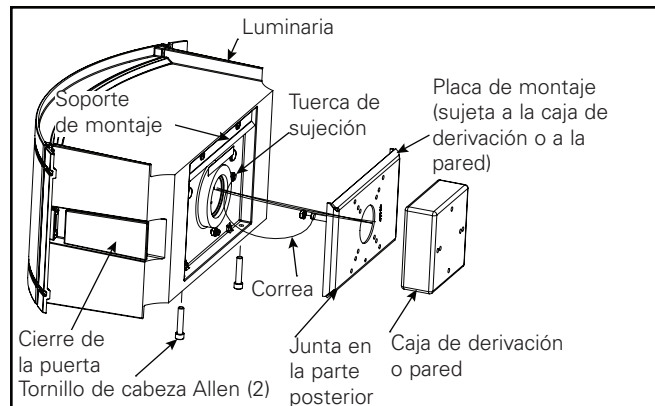

Figura 1.
1. Retire la placa de montaje de la luminaria aflojando los dos tornillos de cabeza cilíndrica con una llave Allen de 3/16". (Figura 1.)